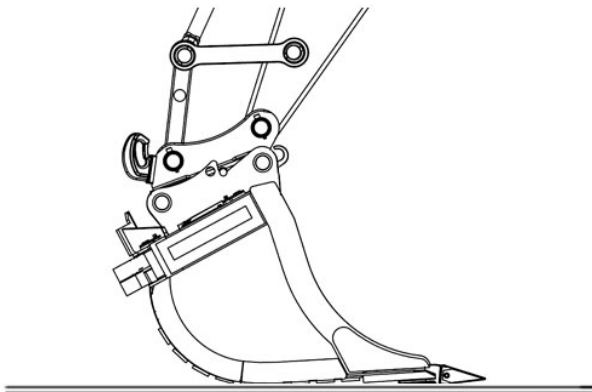

Abbildung 77: Anlageflächen liegen an
- Die Verriegelungsbolzen befinden sich unter der zu verriegelnden Achse des Geräteadapters, siehe *Abbildung 77*.